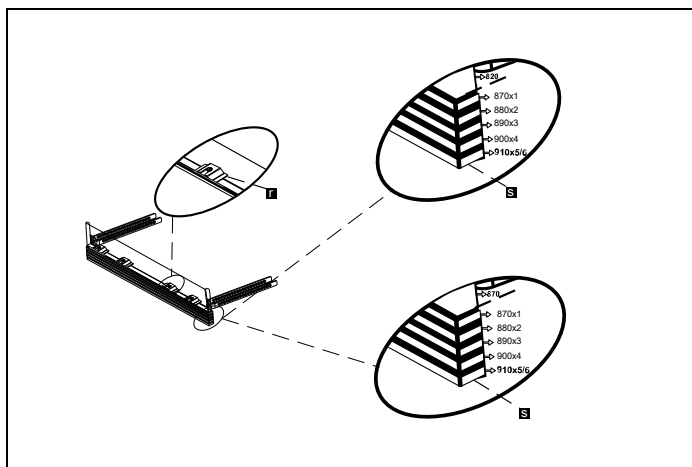

Fig. 22
- 3) Como se muestra en Fig. 22 , los pies cilíndricos del zócalo ajustable se fijan a las piezas metálicas de fijación del zócalo y se introducen a través de la cavidad de la pieza.